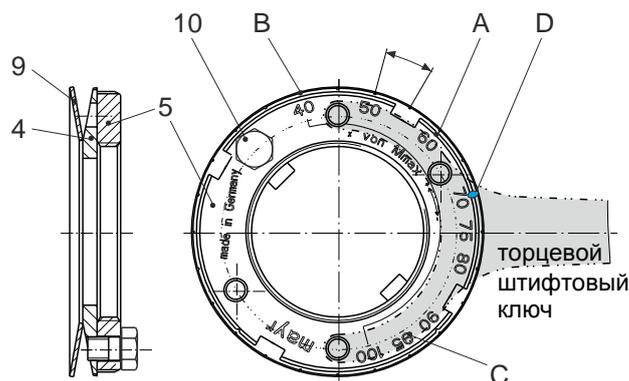

Рис. 10
Вращение регулировочной гайки (5) по часовой стрелке ведет к уменьшению крутящего момента. При ее вращении против часовой стрелки крутящий момент увеличивается. Если смотреть на регулировочную гайку (5), как показано на Рис. 10.
- б) Ослабить винт с шестигранной головкой (10) в регулировочной гайке (5).
- в) Регулировочную гайку (5) согласно шкале настройки с делениями (Рис. 10) вращать по часовой стрелке или против нее с помощью торцевого штифтового (для гаек с отверстиями на торце) или крючкового ключа, пока не будет настроен требуемый крутящий момент.
- г) Требуемый крутящий момент получится от совмещения отметки (D) на стопорном кольце (4) и значения процентов (C) на регулировочной гайке (5), см. Рис. 10.
- е) На винт с шестигранной головкой (10) нанести Loctite 243 и ввернуть в регулировочную гайку (5); при этом четыре прорези (A) в регулировочной гайке (5) и пазы (B) в стопорном кольце (4) должны находиться в одинаковом положении (Рис. 10). При необходимости необходима небольшая корректировка.
в) Регулировочную гайку (5.1) согласно нанесенной на наружном диаметре шкале настройки с делениями (рис. 10) вращать по часовой стрелке или против нее с помощью крючкового ключа, пока не будет настроен требуемый крутящий момент.